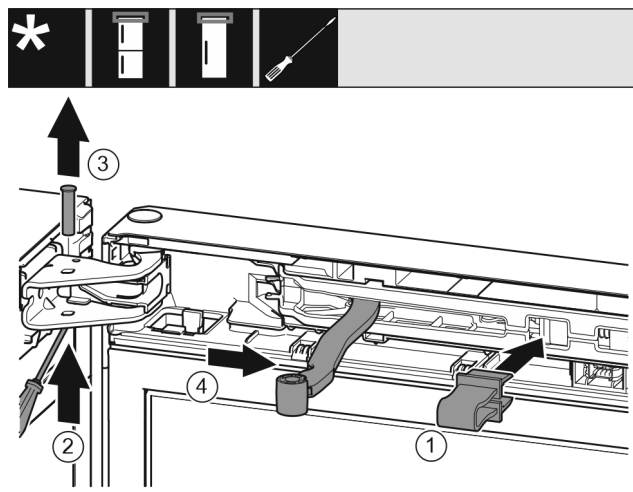

Fig. 9
- ▶ Poistku zaklapnite v otvore. Fig. 9 (1)
- ▶ Čap vysuňte skrutkovačom. Fig. 9 (2)
- ▶ Čap vyberte nahor. Fig. 9 (3)
- Kíb otočte v smere dverí. Fig. 9 (4)